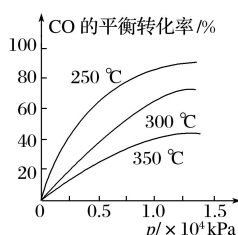

图 1
(2) CO 可用于合成甲醇, 反应方程式为 $\text{CO}(\text{g}) + 2\text{H}_2(\text{g}) \rightleftharpoons \text{CH}_3\text{OH}(\text{g})$ 。
①CO 在不同温度下的平衡转化率与压强的关系如图 1 所示, 该反应的 ΔH _____ (填“>”或“<”) 0 。